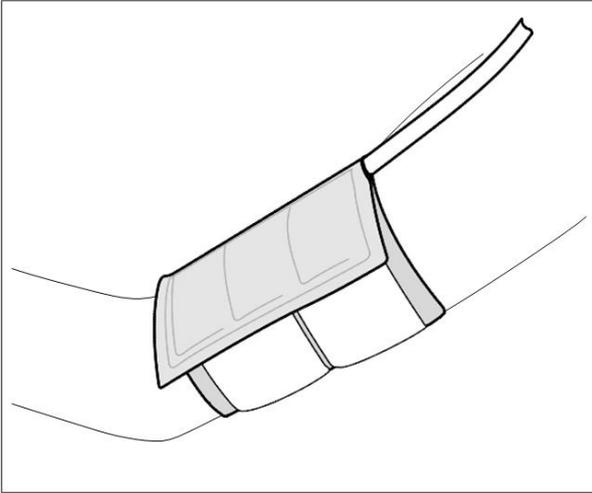

Bild 4-1 Anlegen der Manschette
- der Anschluss Schlauch nach oben zur Schulter zeigt (Bild 4-1),